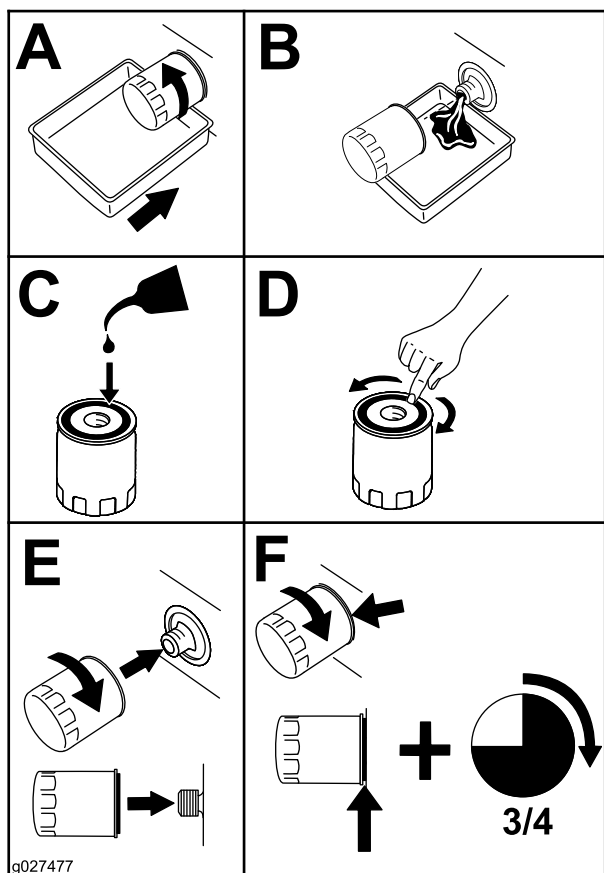

Figure 68
2. Remplacez le filtre à huile moteur (Figure 68).